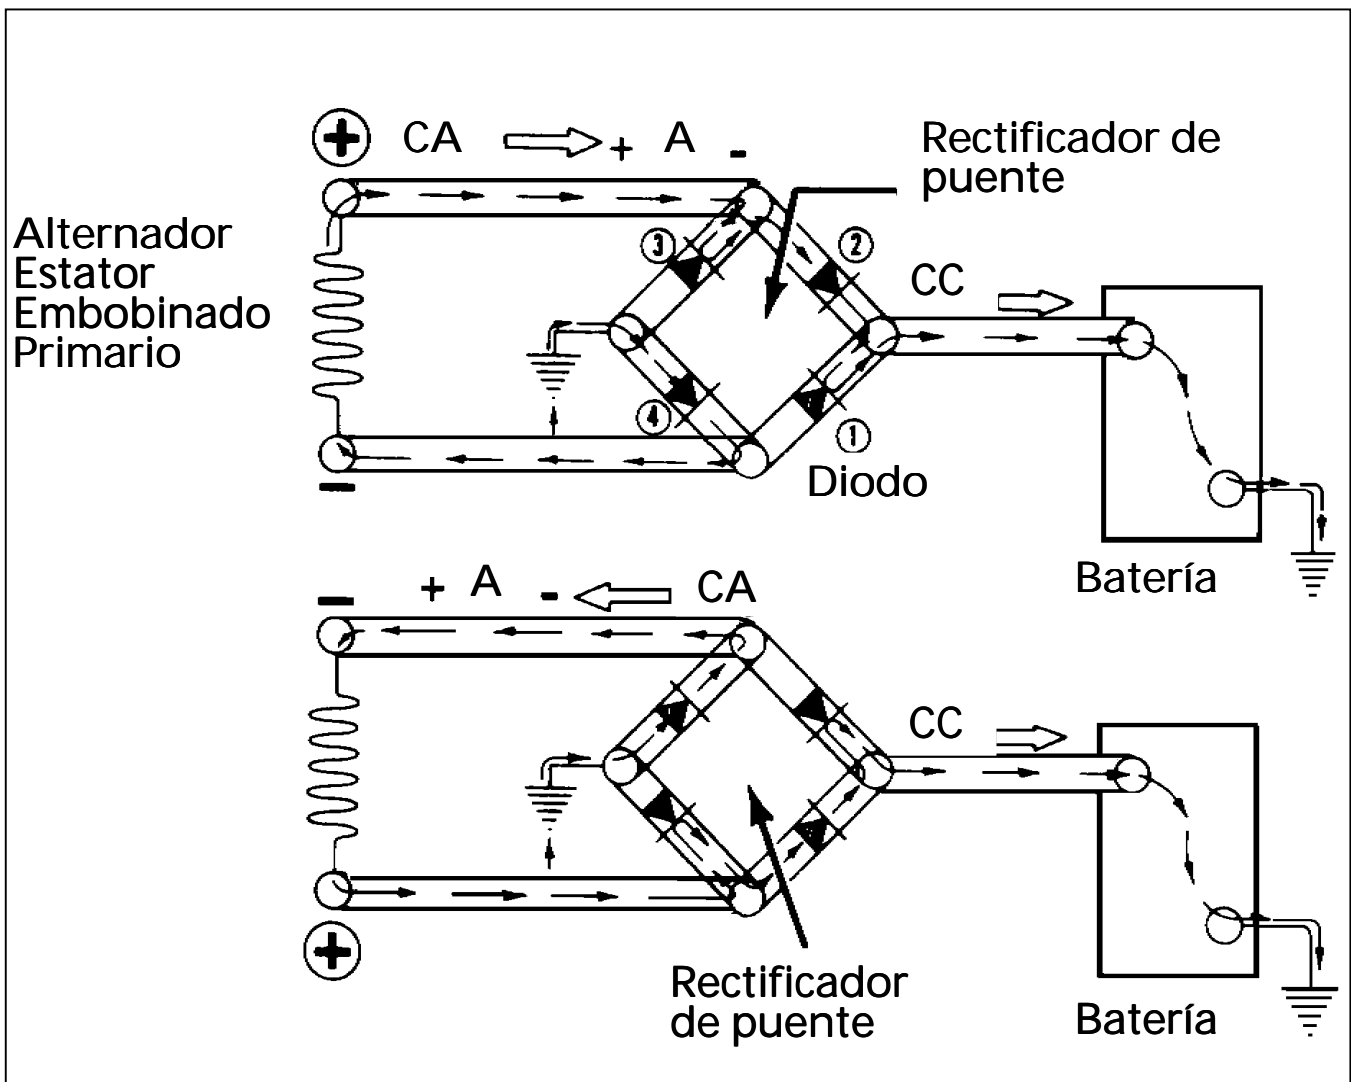

Figura 55
Los sistemas de carga tipo estator funcionan produciendo corriente alterna en las bobinas del estator y convirtiendo esta corriente alterna (CA) en corriente continua (CC). Esto se logra con un rectificador de puente. Este permite que la corriente alterna salga hacia la batería en una sola dirección. La Figura 55 muestra un rectificador de onda completa. La corriente producida en ambas direcciones es convertida en corriente continua (CC).